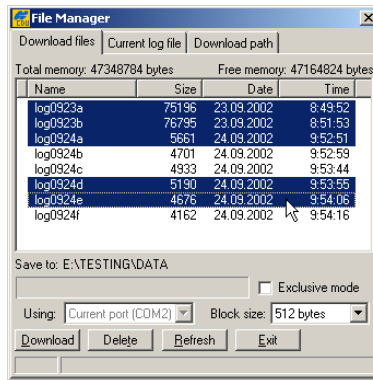

Figura 5-11. Descarga de Archivos
- Haga clic en la pestaña **Download files** (Descargar archivos) y seleccione el(los) archivo(s) para descargar (Figura 5-11 de la página 5-8).